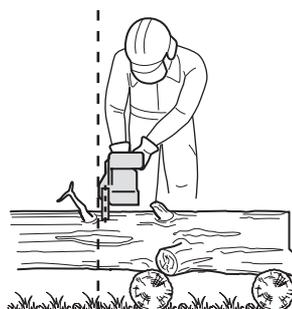

Fig.21
4. Vous devez impérativement être dans une position sûre lorsque vous utilisez l'appareil. Tenez l'appareil du côté droit du corps (Fig. 21).